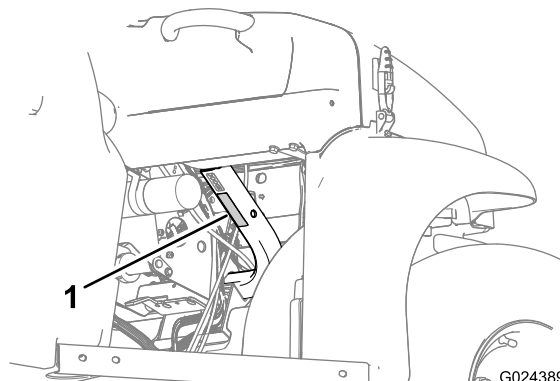

Figura 20
- Respeite a capacidade de peso da máquina e o limite de peso da carga que transporta na caixa de carga, conforme descrito em Especificações (página 16) e no autocolante do peso bruto da máquina (Figura 20).